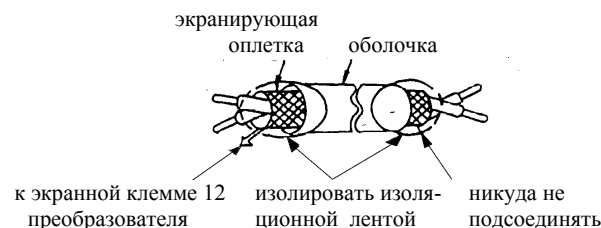

Рис. 7. Подсоединение экранированного провода
(2) Предосторожности при подсоединении цепей управления.
- Используйте скрученные экранированные или скрученные попарно экранированные провода для цепей управления. Подсоедините окончания экранированной оплетки к клемме 12 преобразователя. На рис. 7 показан образец экранировки кабеля.